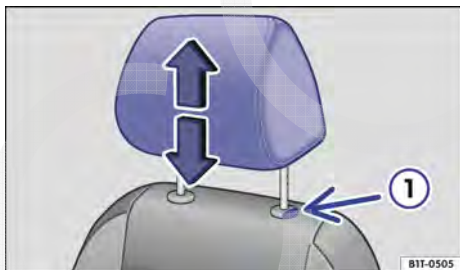

Fig. 43 Assentos traseiros laterais: remover o apoio para cabeça.
- Retirar o apoio para cabeça com o botão → Fig. 43 ① pressionado.